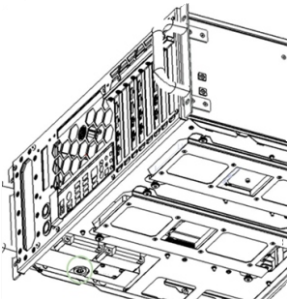

Рисунок 19 – Извлечение сливной пробки
– отвинтите шестигранным ключом s6 нижнюю резьбовую пробку G1/4", предварительно поместив емкость для сбора жидкости прямо под сливное отверстие (рисунок 19);